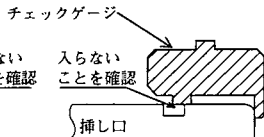

図54 挿し口端面から溝までの距離の確認
- ②チェックゲージが溝と挿し口端面の間に入らないことを確認する。(図54参照)チェックゲージが入る場合、挿し口端面から溝までの距離が短いので、原因を確認し、新たに挿し口加工をやり直す。なお、呼び径75~250と呼び径300~450ではX寸法(図52参照)が異なるため、使用するチェックゲージが異なる。